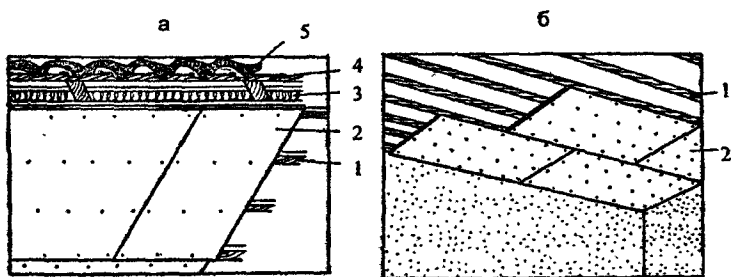

Рис. 81. Конструкция потолка:
• **Потолки из гипсоволокнистых листов** монтируются с использованием деревянного или металлического каркаса. Конструкция потолка изображена на *рис. 81*.